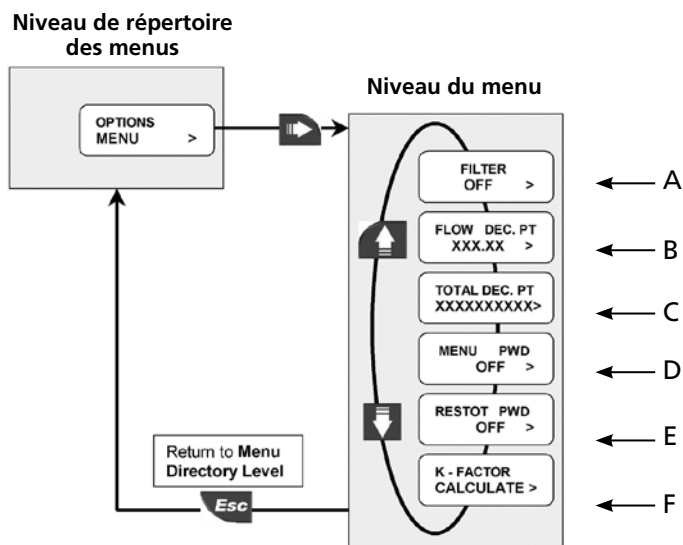

Figure 17 – Menu des options
1. Pour sélectionner le niveau moyen de réponse de l'ACL, de la sortie et du relais (voir Figure 17, A).
2. Pour régler la position du point décimal du débit (voir Figure 17, B).
3. Pour régler la position du point décimal du totalisateur (voir Figure 17, C).
4. Pour régler la protection par mot de passe ON ou OFF (Marche ou Arrêt) pour accéder au niveau des menus (voir Figure 17, D).
5. Pour régler la protection par mot de passe ON ou OFF (Marche ou Arrêt) pour réinitialiser le totalisateur (voir Figure 17, E).
6. Pour effectuer le calcul automatique du facteur K (K-Factor) (voir Figure 17, F).